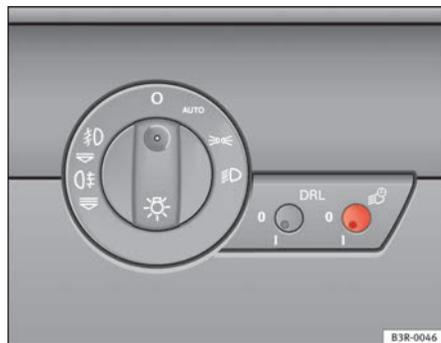

Fig. 85 Pormenor do painel de instrumentos: Funções coming home e leaving home
- Pressione brevemente o botão ⇒ fig. 85 para o retirar da sua posição.